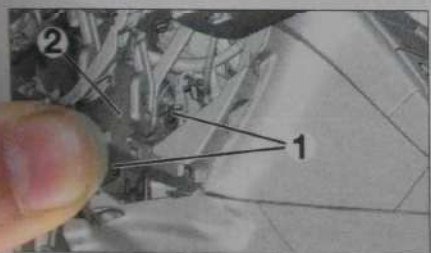

Fig. 27
- les pions plastiques (1) (Fig. 27).